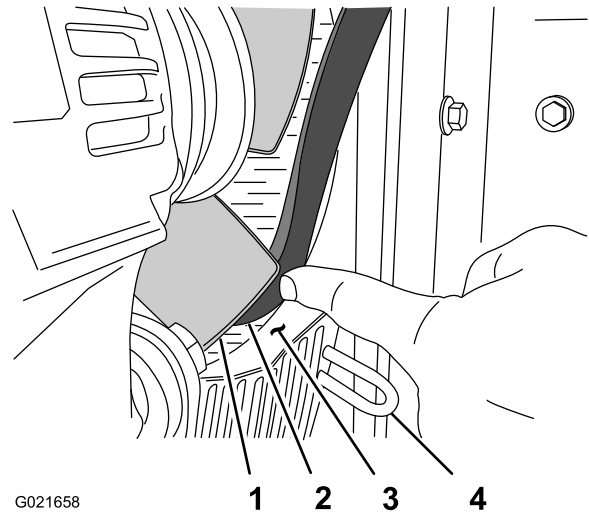

Figura 90
- 8. Con la aleta del ventilador en la posición de las 4 en punto, alinee la correa entre la punta de la paleta del ventilador y la abertura de la aleta (Figura 90).
3. Alinee la correa entre la punta de la paleta del ventilador y la abertura de la aleta (Figura 90).